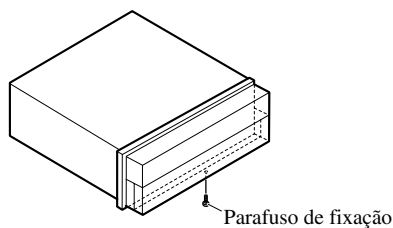

Fig. 21
- **Fixe o painel frontal neste aparelho utilizando o parafuso de fixação. (Fig. 21)**